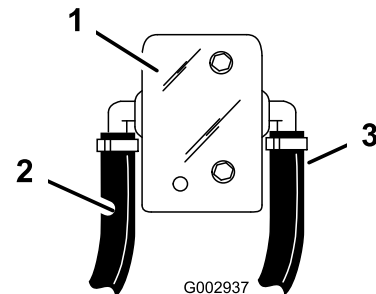

Bild 37
15. Schließen Sie das Ende eines kurzen 1 cm langen Schlauch an die offene Armatur an der S53-T-Armatur an, die Sie im Umwälzungsschlauch eingesetzt haben, und verlegen Sie ihn zur hinteren 1/2 Zoll Zahnung am kleinen Kugelventil (Bild 37).
18. Schließen Sie das Ende eines kurzen 1 cm langen Schlauch an die offene Armatur an der S53-T-Armatur an, die Sie im Überlaufschlauch eingesetzt haben, und verlegen Sie ihn zur vorderen 1/2 Zoll Zahnung am kleinen Kugelventil (Bild 37).